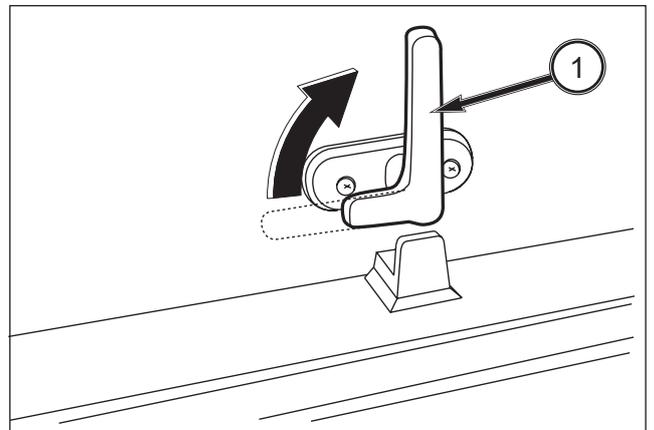

FIG. 123
FIG. 123: Para desbloquear la puerta, agarre la manecilla (1) y gire 90 grados en sentido horario. Para abrir, empuje poco a poco la ventana trasera. La ventana se abrirá y se mantendrá abierta por la acción del amortiguador.